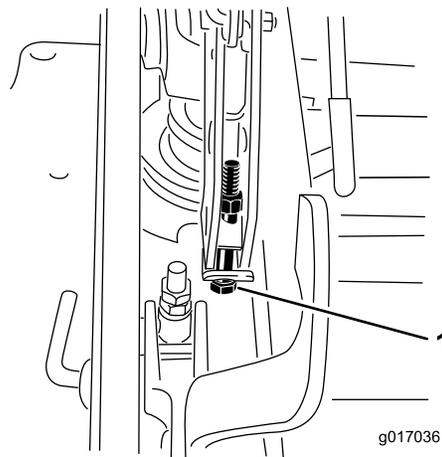

**Figure 97**
13. Pour régler le système monopoint, desserrez les deux boulons au bas de la plaque de hauteur de coupe. Reportez-vous à Figure 97.
15. Serrez les deux boulons au bas de la plaque de hauteur de coupe (Figure 97). Serrez à un couple de 37 à 45 Nm (27 à 33 pi-lb).